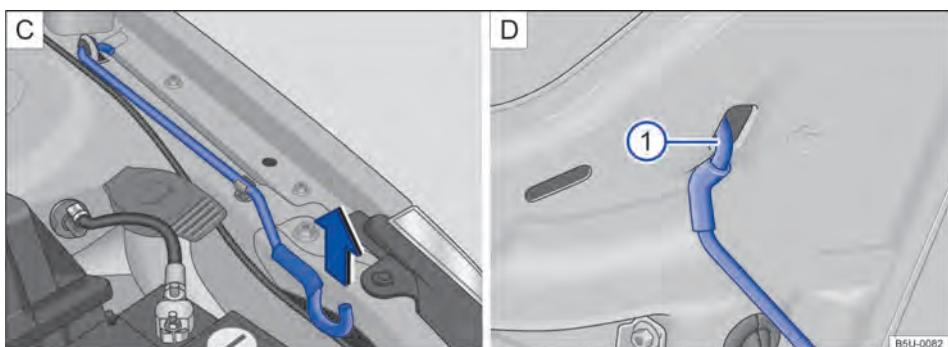

Fig. 125 **C** Haste de sustentação da tampa do compartimento do motor. **D** Tampa do compartimento do motor apoiada na haste de sustentação.
- Retirar a haste de sustentação do suporte no sentido da seta → Fig. 125 **C** e posicioná-la na abertura na tampa do compartimento do motor → Fig. 125 **①** **D**.
- Retirar a haste de sustentação do furo → Fig. 125 **①** **D** e encaixá-la no suporte do fecho → Fig. 125 **C**.